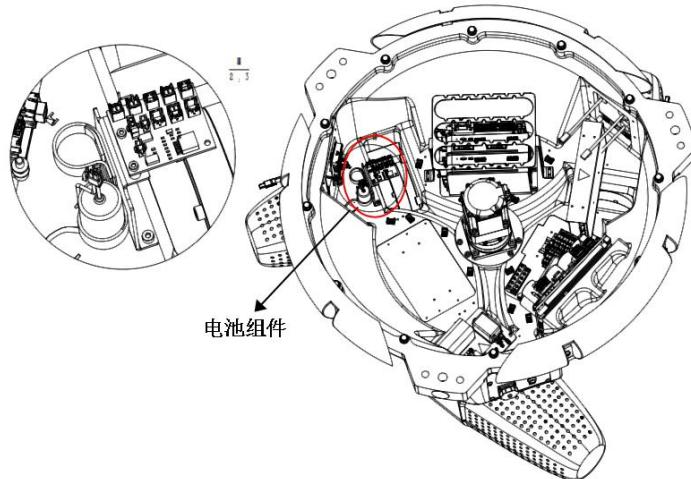

图 4-2 编码器电池位置示意图
**步骤4** 拆除顶盖盖板后，内部编码器电池位置如图 4-2 所示。